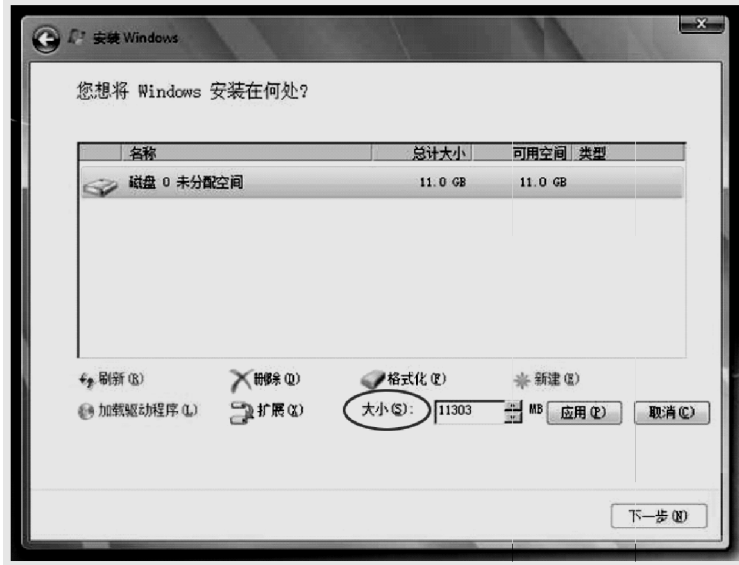

图 3-69 创建新的系统安装盘分区界面
4) 在“您想进行何种类型的安装?”界面中选择“自定义（高级）”选项，在出现的界面中选择“驱动器选项”，再单击“下一步”按钮，在出现的界面中点击“新建”，然后单击“下一步”按钮。如图 3-69 所示，在该界面上单击“新建”按钮，在“大小”选项位